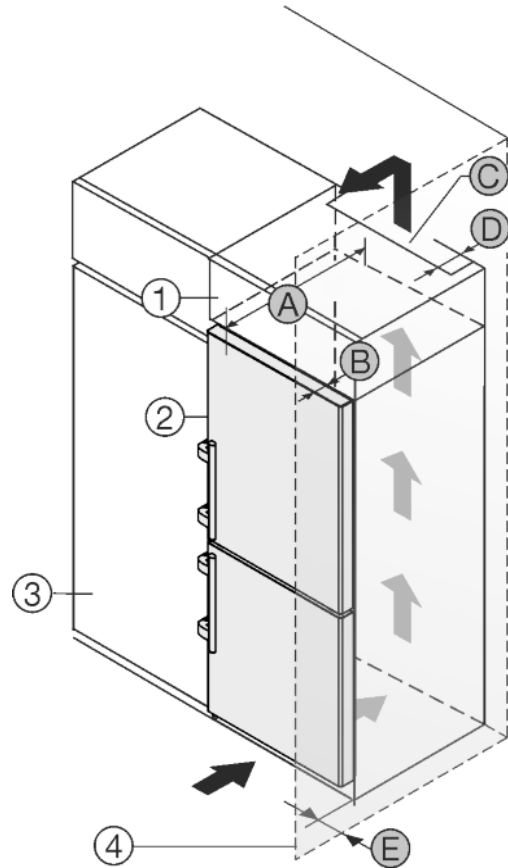

Fig. 13
Laitte voidaan asentaa kalustekaappiin. Jotta korkeus *Fig. 13 (2)* saadaan yhdenmukaiseksi kaapistojen kanssa, laitteen päälle voi asentaa lisäkaapin *Fig. 13 (1)*.
Laitteen voi asentaa suoraan kalustekaapin *Fig. 13 (3)* viereen. Jotta ovet avautuvat kokonaan, laitteen on oltava mitan *Fig. 13 (B)* verran ulospäin kalustekaapin etureunasta. Kalustekaappien syvyyden ja väliseiniä käytön mukaisesti laite voi olla ulompana.
- Lisäkaapin takana on oltava lisäkaapin levyinen poistoilmakuilu, jonka syvyys on *Fig. 13 (D)*.
- Katon alapuolelle on jätettävä ilmanvaihdon poikkipinta-alaa *Fig. 13 (C)* vastaava tila.
Kun laitteen oven saranapuoli asennetaan seinän *Fig. 13 (4)* viereen, laitteen ja seinän väliin on jätettävä etäisyys *Fig. 13 (E)*. Tämä väli vastaa oven avautumisen vaatimaa mitta.